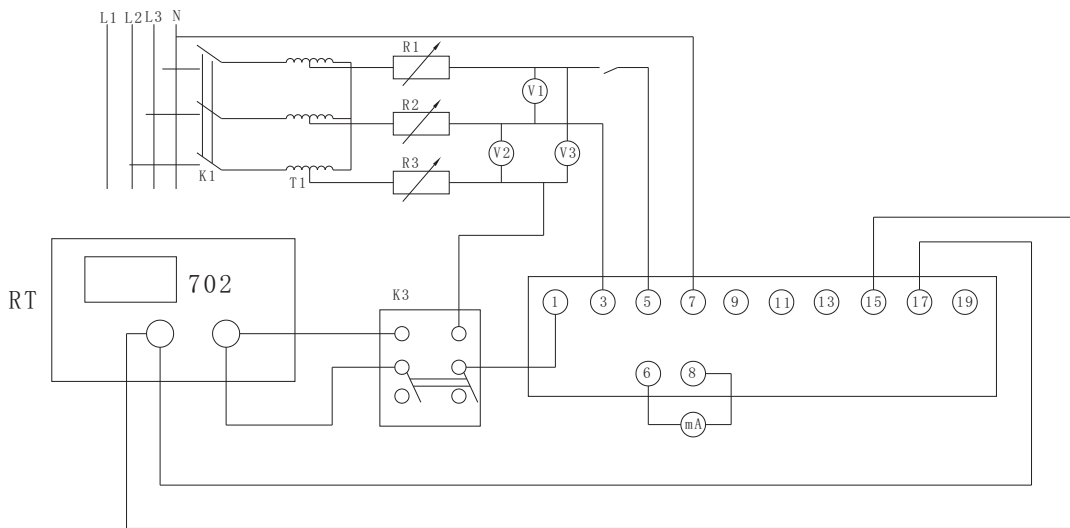

图 2
4.2按图2所示调试接线图接线，合上K1,K2,K3，调节自耦变压器T1，使三相自耦变压器T1的输出线电压为100V（或每相电压均为58V）。